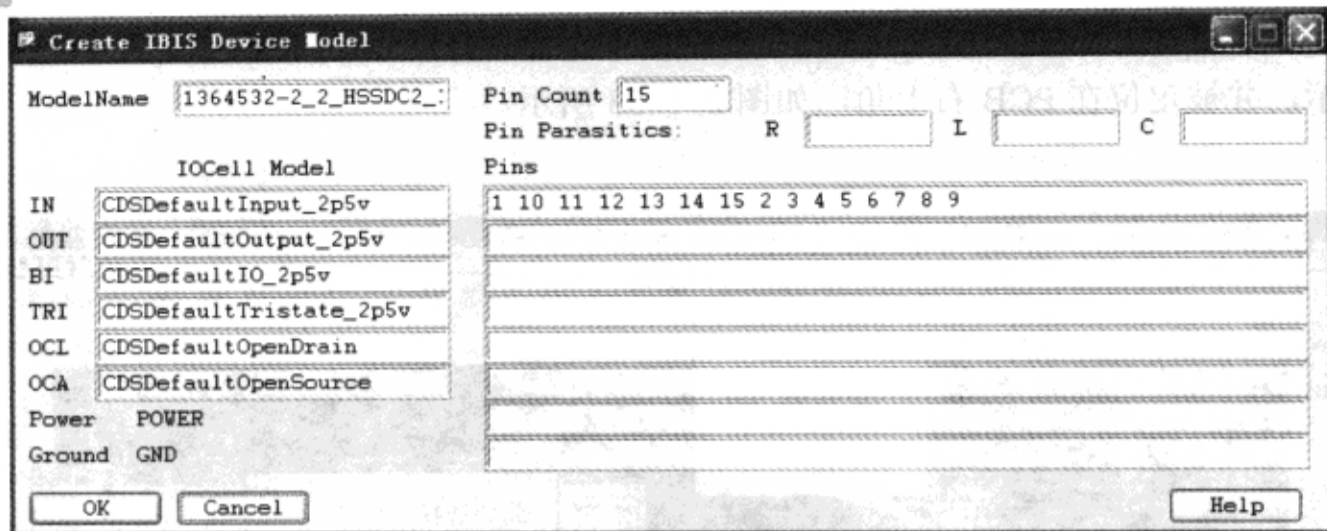

图 2-6-35 “Create IBIS Device Model”对话框
(4) 在“Create Device Model”窗口选中“Create IbisDevice model”→单击“OK”按钮→弹出“Create IBIS Device Model”对话框，如图 2-6-35 所示。